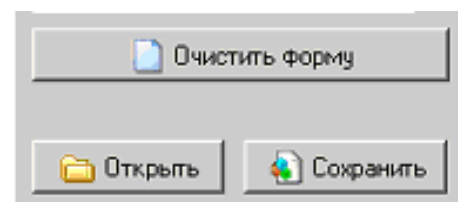

Рис. 6. Сохранить, открыть.
- Введенные данные могут быть сохранены. Для этого с помощью мыши необходимо нажать кнопку «Сохранить» в разделе «Ввод данных» (рис. 6).
- Поля могут быть очищены при нажатии кнопки «Очистить форму» (рис. 6).